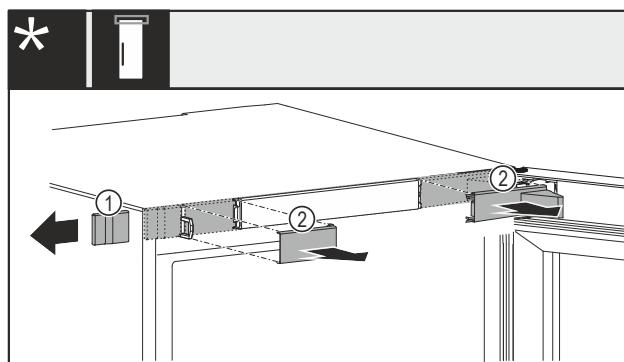

Fig. 13 Con candado mecánico o eléctrico\*
- ▶ Retire con cuidado la cubierta Fig. 13 (1) lateralmente.\*
- ▶ Retire con cuidado las cubiertas Fig. 13 (2) hacia delante.\*